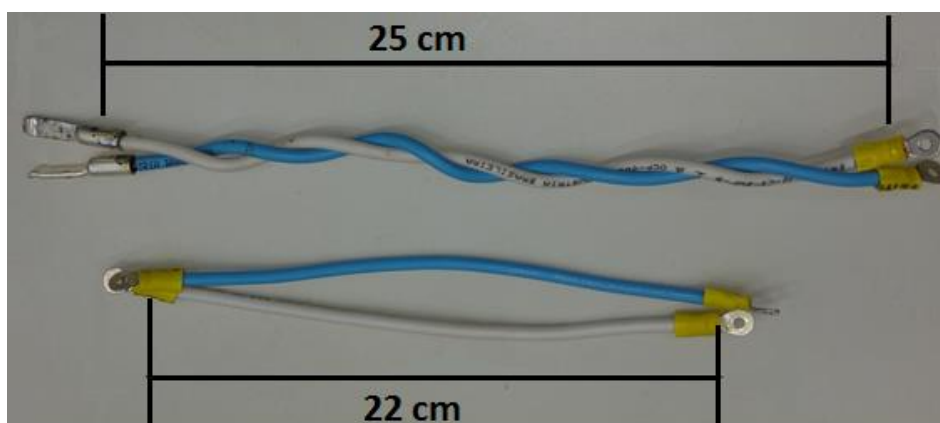

Figura 4 - Cabos para conexão do conector DC\_LINK com backplanes
- 4.1.2 Montar dois conjuntos de cabos 8 AWG para conexão do DC\_LINK aos backplanes, conforme mostra Figura 4. Em um dos conjuntos, crimpar terminais anel Hollingsworth modelo FII R5107 amarelo em ambas as extremidades dos cabos. No outro conjunto, crimpá-los em apenas uma das extremidades, e nas outras soldar terminais Anderson Power modelo 1339G2. O cabo azul é referente ao DC\_LINK e o cabo branco é o GND.